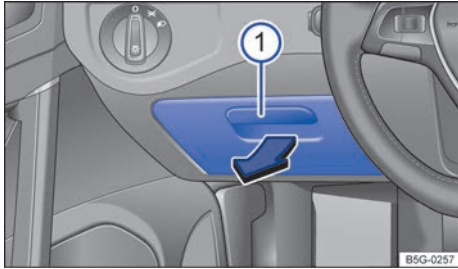

Fig. 110 Lado del conductor: portaobjetos.
Para *abrir* el portaobjetos, tire de la manilla ⇒ fig. 110 ① en el sentido de la flecha.